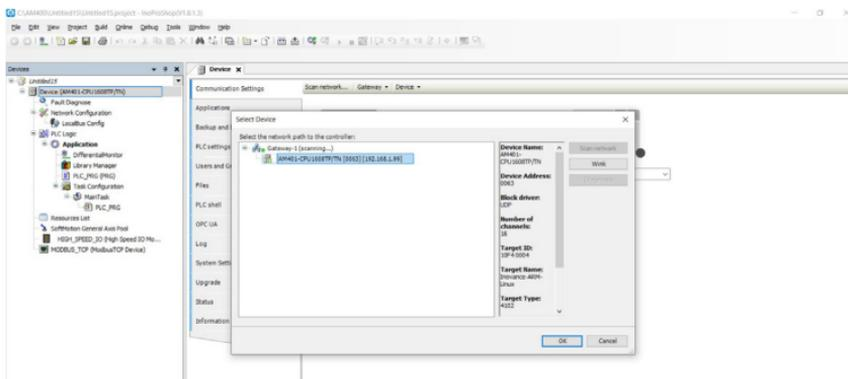

Рисунок 7.5 – Подключение к ПЛК
3) Подключитесь к контроллеру при помощи кнопки меню «Scan network», появится окно «Select device» (рис. 7.5). Выберите ПЛК и нажмите «ОК».